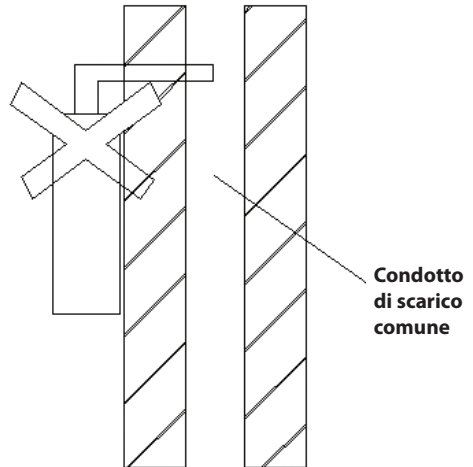

Figura 5.2
- Non collegare il tubo di scarico dei gas combusti dello scaldabagno a un condotto di scarico comune (Figura 5.2).